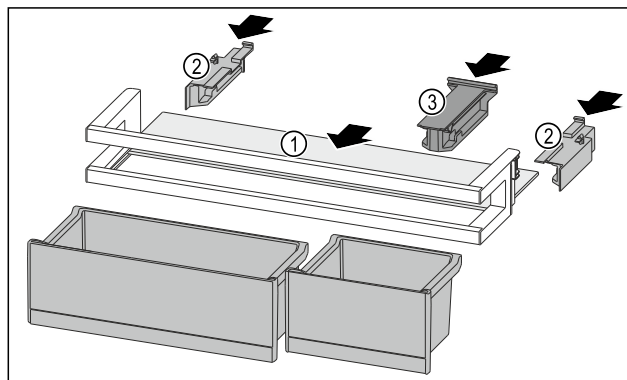

Fig. 91
- ▶ Wsunąć półkę Fig. 91 (1) w boczne wycięcia.
- ▶ Włożyć elementy boczne Fig. 91 (2).
- ▶ Włożyć element trzymający Fig. 91 (3).